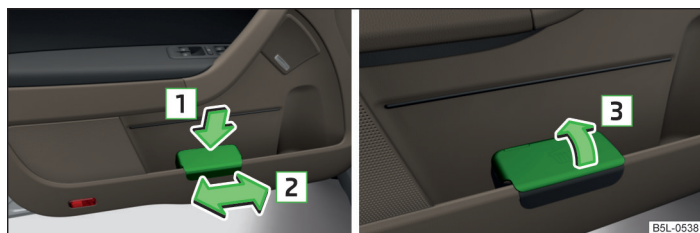

Fig. 65 Cubo de basura: colocar y mover / abrir
- Presione el cubo de basura por el área trasera en el sentido de la flecha » fig. 65.
- Extraiga el cubo de basura en sentido contrario al de la flecha » fig. 65.
- Abra el cubo de basura en el sentido de la flecha » fig. 65.